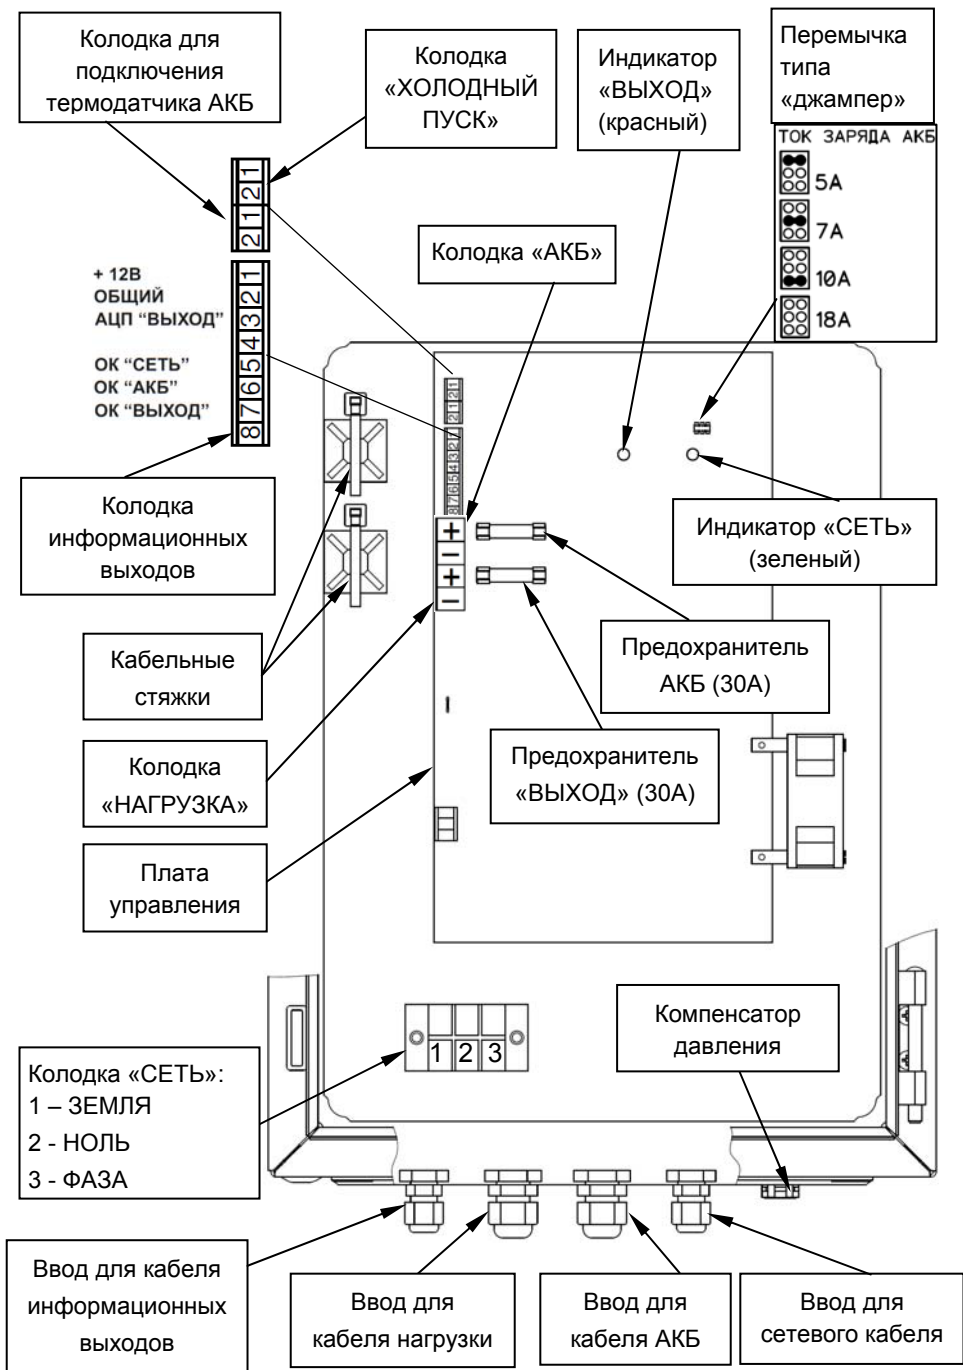

Рисунок 2 - вид изделия с открытой дверцей
- возможность восстановления работоспособности изделия при подключении исправной и заряженной АКБ и отсутствии напряжения питающей сети («холодный запуск») путем кратковременного замыкания контактов соответствующей колодки (см. рисунок 2);
Подвод проводов сетевого питания, выходной нагрузки и АКБ осуществляется через герметичные кабельные вводы, также установленные на нижней стенке корпуса (см. рисунок 2).
Изделие обеспечивает ограничение тока заряда АКБ. Выбор одного из четырех значений ограничения тока заряда АКБ осуществляется установкой/удалением соответствующей перемычки типа «джампер» (см. рисунок 2) в соответствии с рекомендациями таблицы 2.
Не светится	Выход «НАГРУЗКА» отключен: - АКБ отсутствует или - напряжение на клеммах АКБ менее 10,5 В, или - неисправен предохранитель АКБ (см. рисунок 2)
Выполните подключение внешних цепей к изделию в соответствии с назначением клемм подключения (Рисунок 2) в следующей последовательности:
- Провод заземления подключите к клемме 1 (ЗЕМЛЯ) на колодке «СЕТЬ» (см. рисунок 2).